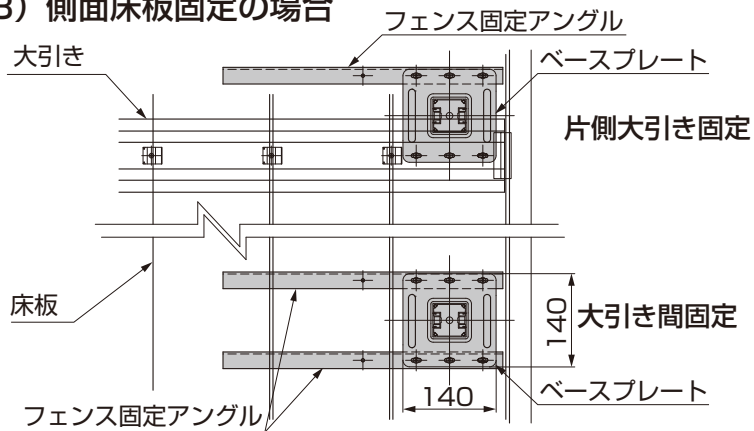
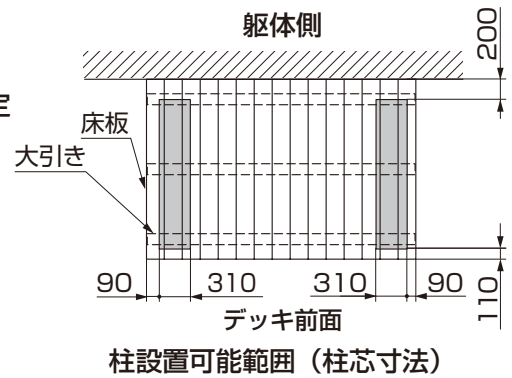
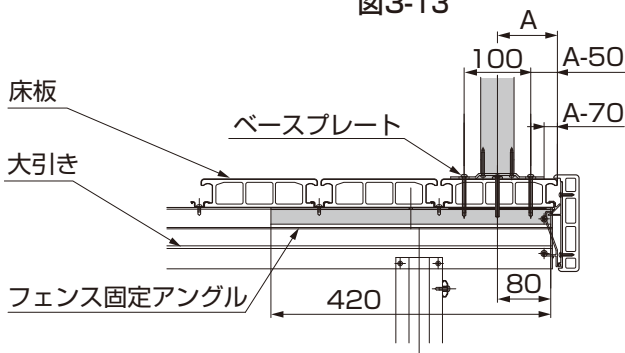
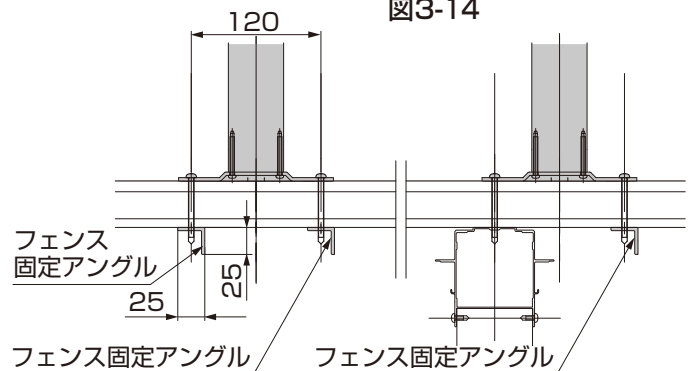

図3-13
図3-14
図3-15
図3-16
- 片側を大引きに固定して立てる場合、大引き間に立てる場合には、図3-13、図3-14、図3-15、図3-16を参照して取付けてください。
- 図3-15のA寸法値の最小値は90mmです。
- 図3-15のA寸法の最大値は、フェンス固定アングルに手が届く約400mmの範囲内で自由に設定することができます。
②ネジ位置をマーキングしてください。
③マーキングした床板にφ5.5の下孔をあけてください。(※1)
④片側大引き固定の場合は、「3-1 ベース柱 (1) 正面床板固定の場合」の端部への取付けを参照してください。
⑤大引き間固定の場合、デッキの中心の下孔と、フェンス固定アングルの孔を合わせて、ベースプレートを【5-3】で2ヶ所取付けてください。(※2)
⑥ベースプレートを【5-2】で、床板の下にフェンス固定アングルをあてて4ヶ所取付けてください。
(4) 側面床板補強材固定の場合